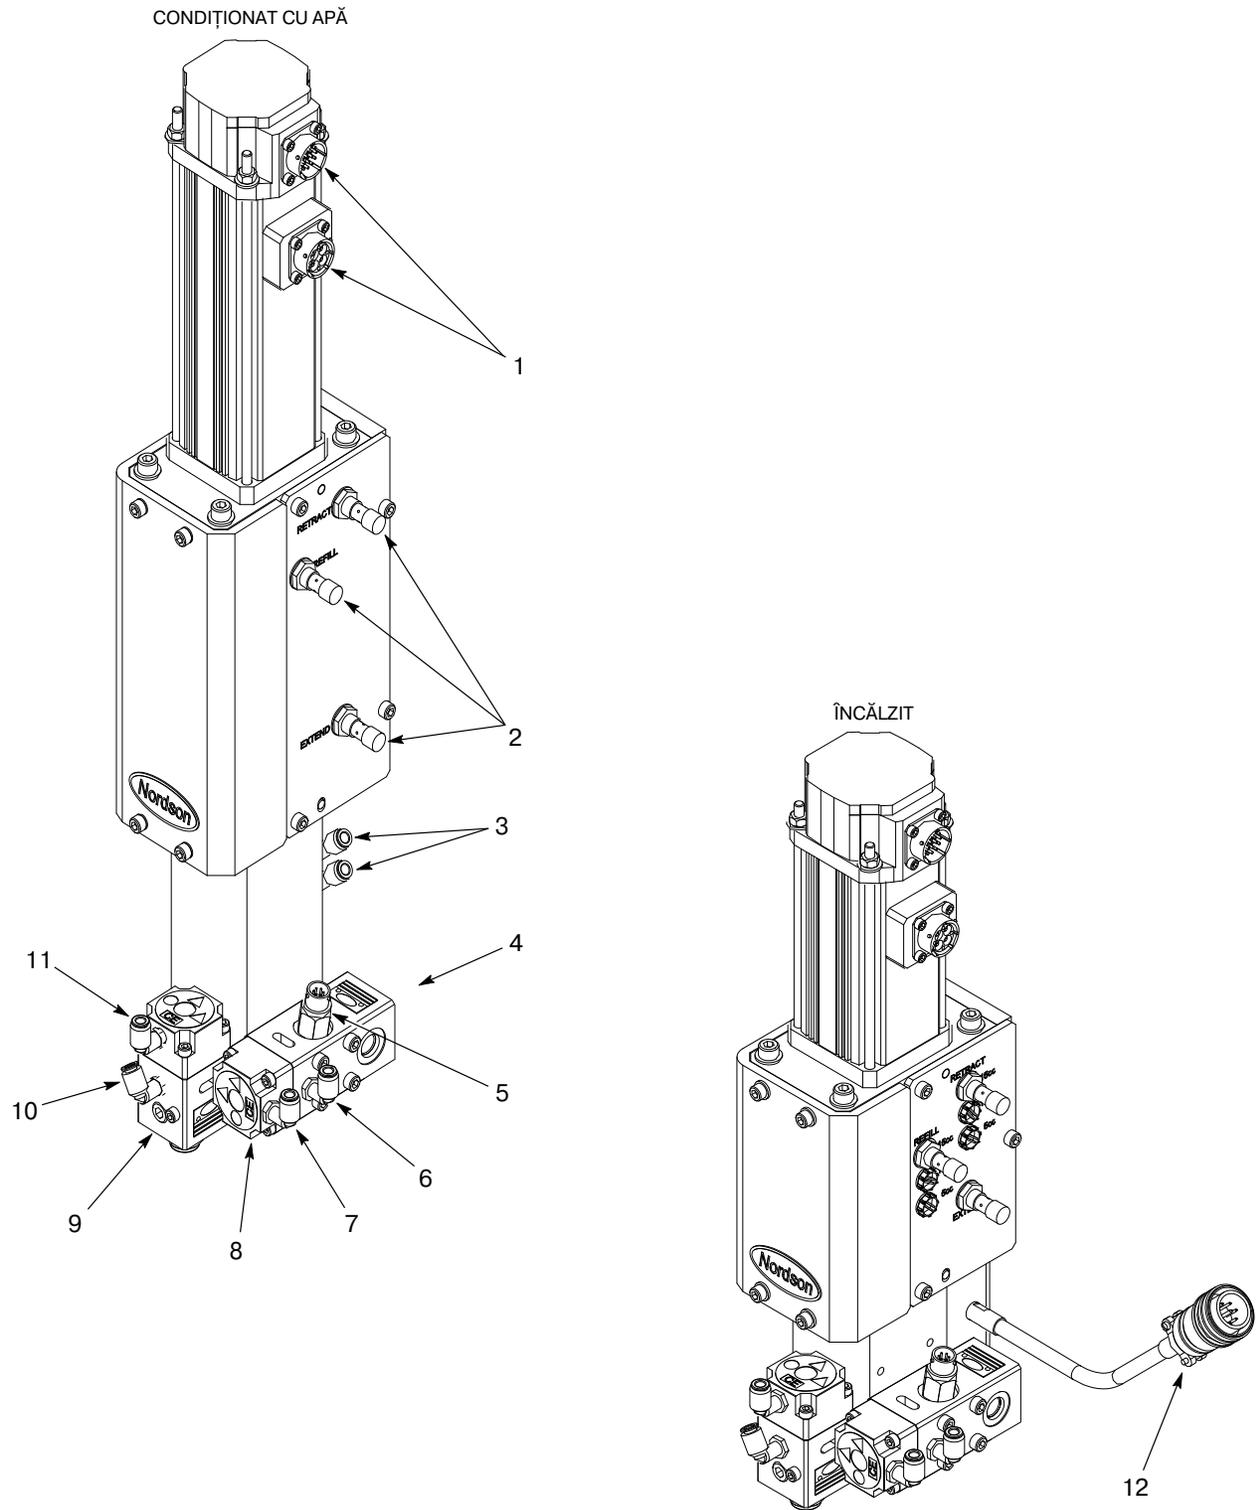

Figura 7 Conexiuni obișnuite
1. A se vedea Figura 7. Conectați cablurile de la controler de la conectori (1).
2. Conectați cablurile de la controler de la senzorii de proximitate (2).
3. Conectați cablul traductorului de presiune la traductorul de presiune (5).
4. **NUMAI VERSIUNILE ÎNCĂLZITE:** Conectați setul de cabluri (12) la controler.
1. A se vedea Figura 7. Conectați cel puțin 60 psi (4,14 bar) de aer curat din atelier la intrarea regulatorului filtrului.
2. Conectați furtunul de material de la dispozitivul de descărcare vrac Rhino la fittingul intrării materialului (4).
3. Conectați conductele de aer de la supapa de comandă pneumatică la fittingul pistol deschis (10) și fittingul pistol închis (11) de pe supapa de ieșire (9).
4. Conectați conductele de aer de la supapa de comandă pneumatică la fittingul pistol deschis (6) și fittingul pistol închis (7) de pe supapa de intrare (8).
- b. Conectați conductele de apă de la unitatea de condiționare a temperaturii la fittinguri (3).